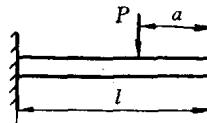

图 1-26
32. 一悬臂梁如图 1-26 所示, 离自由端为  $a$  处受一集中力  $P$  的作用, 试求支点反力, 并列出弯矩方程和画出弯矩图。